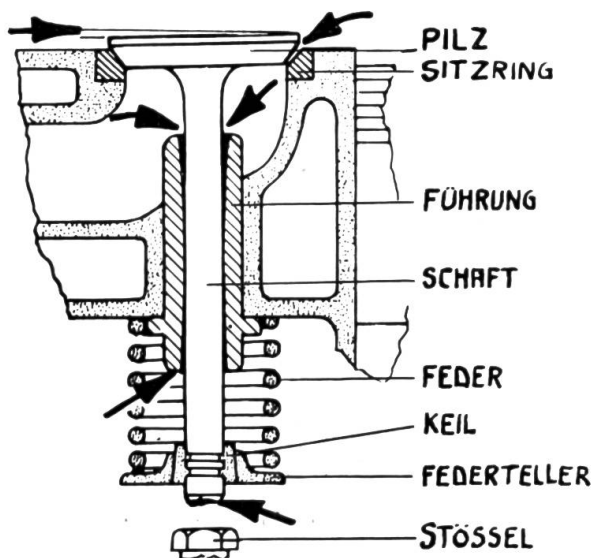

Fig. 1
Ausgeschlagene Ventilfehrungen m ssen mit Hilfe einer besonderen Ausdr ck- und Einziehvorrichtung durch neue ersetzt werden, damit das Ventil richtig gef hrt ist und nicht verkanten kann (Fig. 1).
b) Ventile schleifen: Der Mechaniker kontrolliert zuerst, ob die Ventile rund laufen. Das Schleifen des Ventilkegels ist eine Pr zisionsarbeit. Man ben tigt dazu eine einwandfreie Ventilschleifmaschine. Ist ein Ventil stark verzogen, oder hat der Schaft angefressen, so kann es nie mehr richtig abdichten (Fig. 1). Am Ventilteller darf man nur soviel Material wegschleifen, als zur Erreichung eines sauberen Kegels absolut notwendig ist. (Fig. 2.)